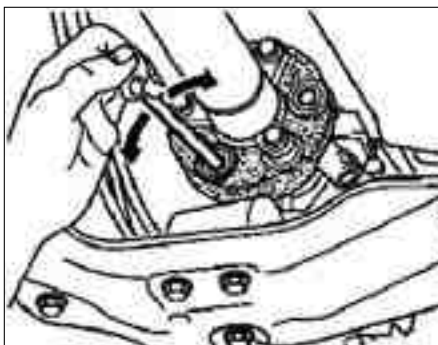

FIG. 3
- Desmontar los casquillos de ajuste de los flectores con un eje guía (útil a realizar) en la brida de acoplamiento de la caja de velocidades y del eje trasero (fig. 3).